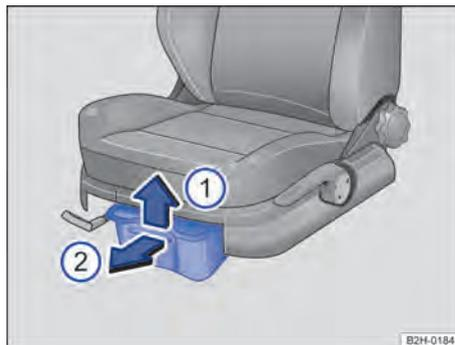

Fig. 116 Porta-objetos sob os bancos dianteiros: porta-objetos com gaveta.
1. Levantar a gaveta → Fig. 116 ① e abrir puxando para frente → Fig. 116 ②.
1. Empurrar a gaveta no sentido anti-horário até o batente sob o banco dianteiro → Fig. 116 ②.